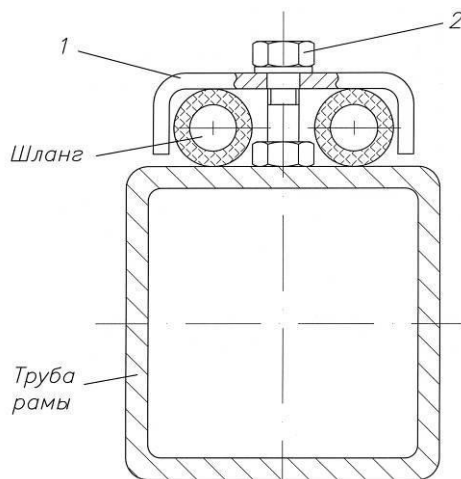

Рис. 4.6.2. Крепление гидрошлангов на раме
4.6.2. Закрепите шланги на рамах кронштейнами 1, используя болты 2 М10, шайбы и шайбы пружинные (см. рис. 4.6.2). Так как корпуса цилиндров в процессе работы перемещаются, нужно обеспечить необходимый запас шлангов по длине при креплении их в непосредственной близости от цилиндров. Шланги, идущие на переднюю подвеску, должны быть проложены с внутренней по отношению к центру посевного агрегата стороны (это предохранит шланги от повреждения при подъеме крыльев).
Для ПК с одноосным бункером кран-распределитель 1 «шнек – управление крыльями» монтируется на задней части рамы бункера с правой стороны рядом с лестницей с помощью болтов 2 (М8х50мм), гаек 3 (М8) и шайб пружинных (Рис. 4.6.2.1).